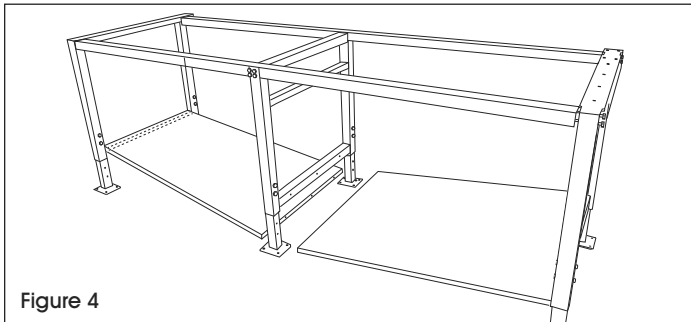

Figure 4
1. Placez l'extrémité de chaque pièce de tablette avec la rainure en travers de l'entretoise de pied des pieds extérieurs. Demandez à deux personnes de tenir l'extrémité des tablettes qui font face au pied central (1) et d'aligner les trous sur le côté des pièces des tablettes sur les trous de l'entretoise du pied central. Fixez les pièces de la tablette à l'entretoise du pied central à l'aide de trois boulons hexagonaux M8 x 65 et trois écrous M8 en vous servant de la clé de 13 mm. (Voir Figures 4 et 5)